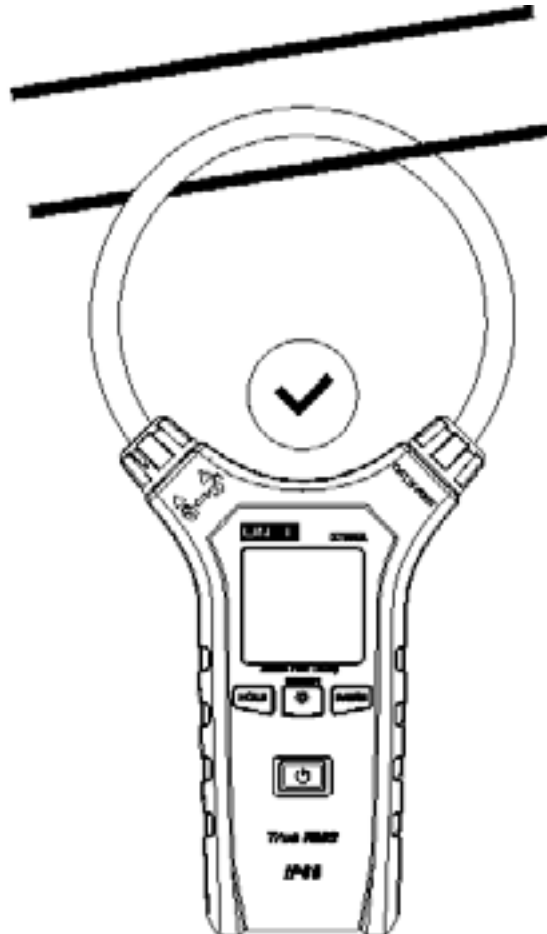

Figure 4
3. Utilisez la sonde de la tête de pince flexible à enrouler entièrement l'appareil à mesurer avec un seul fil conducteur (voyez la figure 4)